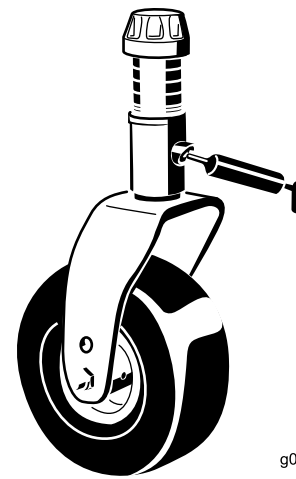

Figura 43
- Boccola (1) dell'asse della forcella della ruota orientabile (Figura 43)
- Boccole del perno del braccio di rinvio (1) (sitate sotto il braccio di rinvio)